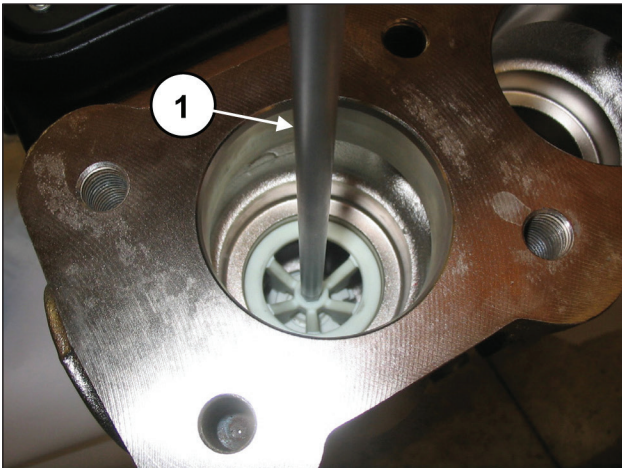

Abb. 93
Ziehen Sie das Distanzstück der Ventilführung mit einem 8-mm-Sechskantschlüssel heraus (Pos. ①, Abb. 93).